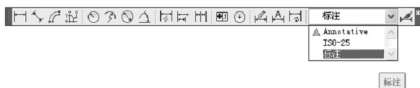

图 3.32 在【标注】工具栏中设置当前标注样式
(2) 在【标注】工具栏中打开【标注样式】下拉列表, 选中将要设置为当前的标注样式, 如图 3.32 所示。